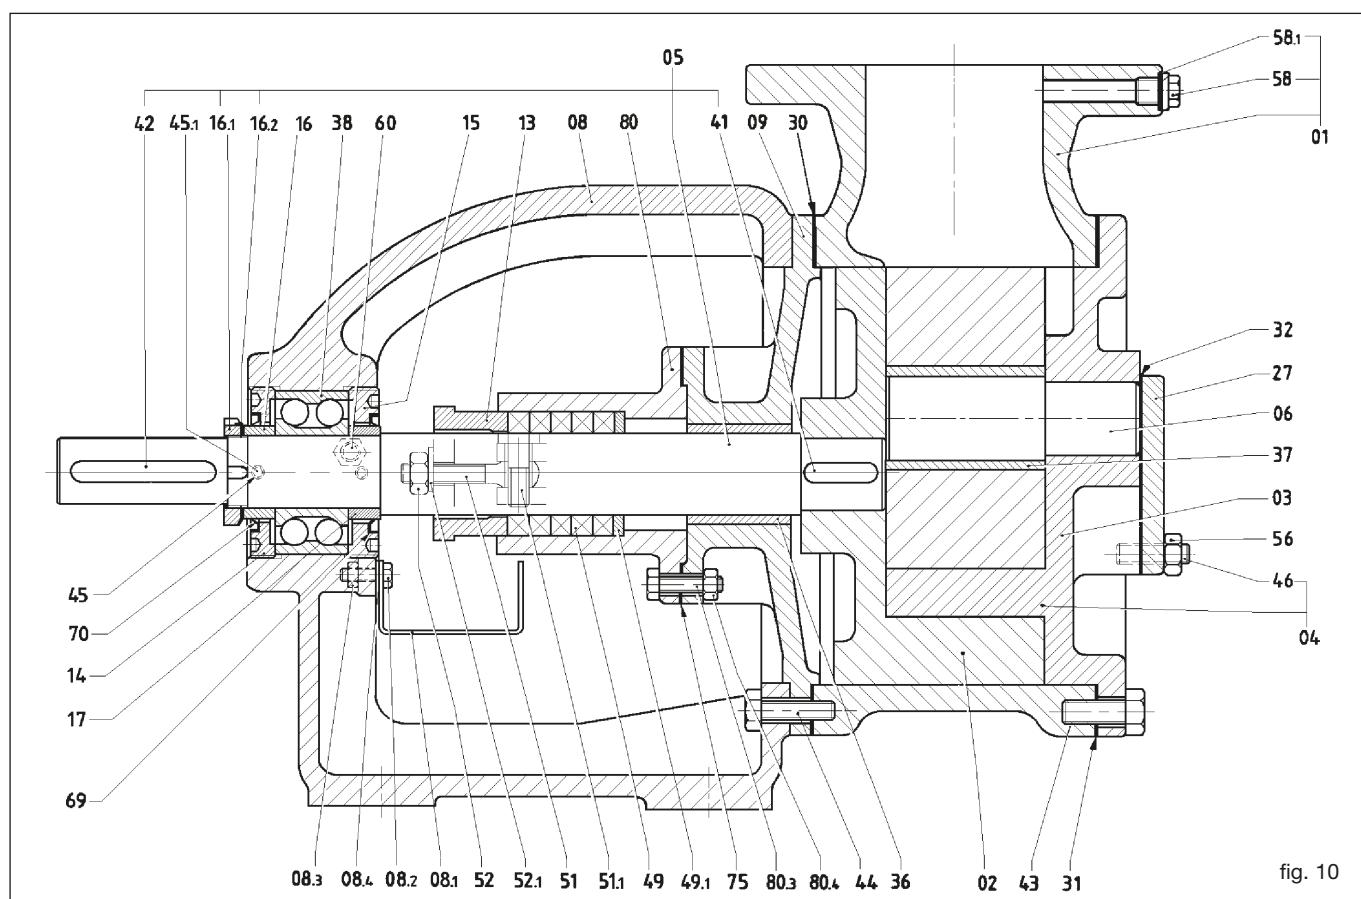

fig. 10
#### 11.1 Remoção da tampa (04) (fig. 10)
- Desaparafusar os parafusos (43). Atuar nos dois furos rosados onde estão situados para facilitar a extração da tampa.
- Ao remover a tampa, não danificar a guarnição (31). Se isso acontecer, substituí-la. Não utilizar guarnições danificadas ou de espessura diferente da original.
- Soltar com cuidado o grupo tampa-roda livre (04-03) do corpo da bomba (01).
#### 11.2 Remoção da roda livre (03) (fig. 10)
#### 11.3 Remoção do pino (06) (fig. 10)
#### 11.4 Remoção do corpo (01) (fig. 10)
- Remover os parafusos (44)
- Soltar o corpo do flange-suporte (09) prestando atenção para não danificar a guarnição (30) e, se isso acontecer, substituir.
- O flange-suporte permanece no alojamento de centragem com o suporte (08).
#### 11.5 Remoção do rolamento de esferas (38) (fig. 10)
- Remover a chaveta (42) do seu alojamento no veio (05).
- Afrouxar os prisioneiros de segurança (45).
- Remover a virola de cobertura do rolamento (14) e o espaçador (16).
- Para não permitir que o eixo rode, bloquear o rotor (02).
- Forçar o eixo fora do rolamento utilizando uma prensa. Se não estiver disponível, utilizar um extrator. Ao realizar esta última operação, considerar que juntamente com o eixo será removido também o rotor (02), o flange-suporte (09) e o porta-vedaçāo (80).
- Desaparafusar o engraxador (60), remover a virola (15) e, utilizando a prensa, forçar o rolamento para fora do suporte (08).
- Desaparafusar os parafusos (80.1) e remover o porta-vedação traseiro (81), procurando não danificar a guarnição (75); se isso acontecer, substituir.
**11.12 Remoção da bronzina suporte (36) (fig. 10)**
- Adotar o procedimento indicado nas instruções nos pontos 11.1-11.2-11.4-11.5 para bombas com vedação respetivamente de gaxeta ou mecânica e extrair completamente o eixo do flange-suporte (09).
- Para remover o rotor (02), usar uma prensa.
### 12.1 Montagem do rolamento de esferas (38) (fig. 10)
### 12.2 Montagem da bronzina suporte (36) (fig. 10)
### 12.3 Montagem do eixo e do rotor (02) (fig. 10)
- Montar a chaveta (41) no alojamento e forçar com a prensa o eixo no rotor. Não montar a chaveta (42).
- Montar o eixo (05) com o flange-suporte (09), o porta-gaxeta ou o porta-vedação (80) e o suporte. Essa operação fica mais fácil quando se coloca a bomba na posição vertical com o rotor apoiado.